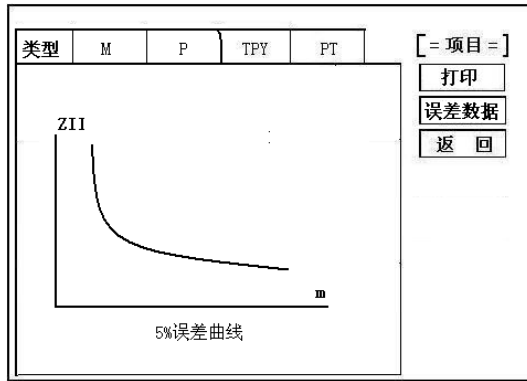

图 22
相应测试项目，即进入误差曲线界面（图 22）
C. 保护用电流互感器二次负荷应满足 5% 误差曲线的要求, 只要电流互感器二次实际负荷小于 5% 误差曲线允许的负荷, 在额定电流倍数下, 合格的电流互感器的测量误差即在 5% 以内。二次负荷越大, 电流互感器铁心就越容易饱和, 所允许的电流倍数就越小。因此, 5% 误差曲线即 n/ZL 曲线为图 22 所示曲线。